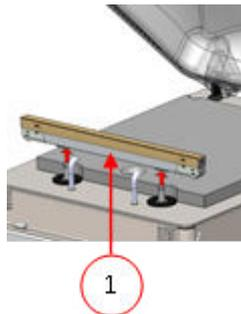
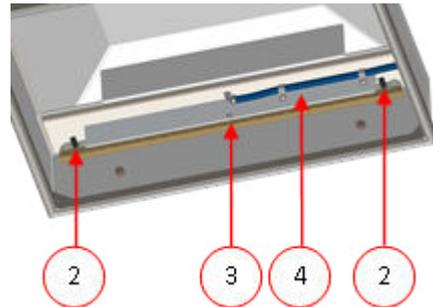

Abbildung 25: Entfernen der Schweißleiste (Kunststoffdeckel)
Abbildung 26: Entfernen der Schweißleiste (Metalldeckel)
An Maschinen mit einem Kunststoffdeckel sind die Schweißleisten auf Zylindern angebracht (*Abbildung 25: Entfernen der Schweißleiste (Kunststoffdeckel)* auf Seite 74). An Maschinen mit einem Metalldeckel sind die Schweißleisten im Deckel angebracht (*Abbildung 26: Entfernen der Schweißleiste (Metalldeckel)* auf Seite 74).
1. Entfernen Sie die Schweißleiste, indem Sie sie von den Zylindern abheben. Vgl. *Abbildung 25: Entfernen der Schweißleiste (Kunststoffdeckel)* auf Seite 74.
Kunststoffdeckel Heben Sie die Schweißleiste von den Zylindern ab. Vgl. *Abbildung 25: Entfernen der Schweißleiste (Kunststoffdeckel)* auf Seite 74.
Metalldeckel Vgl. *Abbildung 26: Entfernen der Schweißleiste (Metalldeckel)* auf Seite 74. Entfernen Sie die Schweißleiste von den Halterungen (4), indem Sie die beiden elektrischen Stecker (2) trennen und die M6-Schraube (3) entfernen.